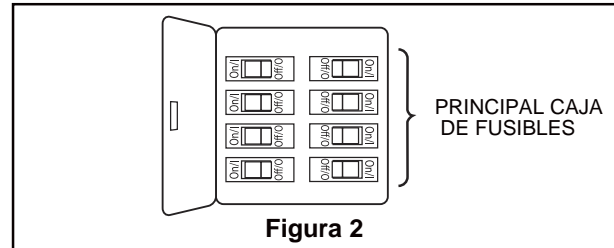

Figura 2
Uso de perfil profundo (Figura 2)
2. Retire el clip de horquilla y pasador de horquilla de la parte inferior de la bola para colgar. Retener el pasador y clip para la reinstalación en el paso 4. (Figura 2)
Debe colgar el ventilador a una distancia mínima de 2,13 m desde las aspas hasta el piso. (Figura 2)
Para evitar una posible descarga eléctrica, asegúrese de cortar la alimentación eléctrica de la caja de fusibles principal antes de alambrado el ventilador. (Figura 2)
2. Coloque y ajuste firmemente la cubierta para el tornillo de la base sobre los tornillos de reborde de la abrazadera para colgar mediante el mecanismo de seguro por giro del chavetero. (Figura 2)
2. Fije los soportes de aspas al soporte del motor mediante los tornillos de 1/4"-20 a través de los orificios ubicados al costado del soporte del motor. (Figura 2)
2. Instale la ensamble de la placa de iluminación en el soporte utilizando las dos ranuras principales de conexión. Vuelva a colocar el tercer tornillo y asegure los tres tronillos. (Figura 2)
2. Restaure la fuente de alimentación de la toma de corriente enciendi la electricidad del fusible principal. (Figura 2)